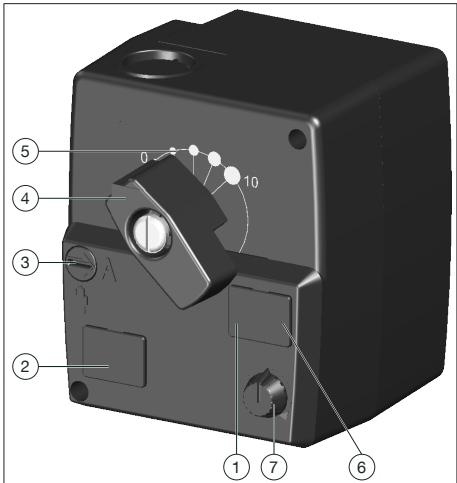

Рис. 2: Элементы управления
- 1. Переключите устройство в ручной режим спомощью переключателя (поз. 3, рисРис. 2 на стр. 44).
- 2. Выберите желаемое положение с помощью поворотной рукоятки (поз. 2, рис. 2 на стр. Рис. 2 на стр. 44).